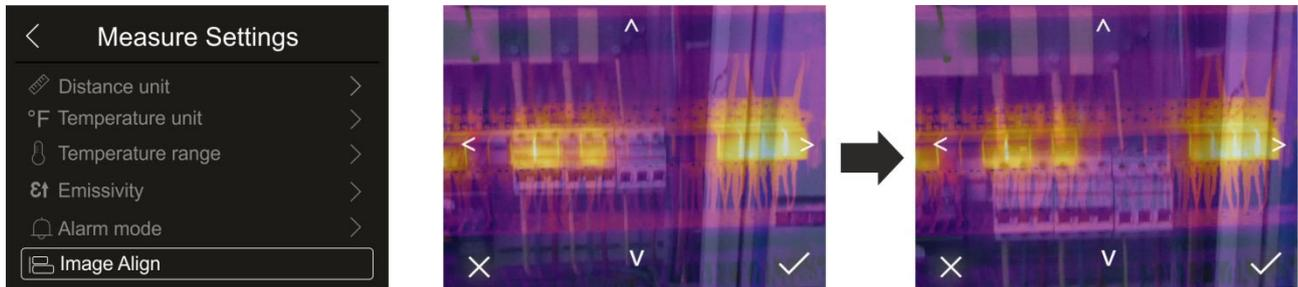

Abb. 30: Ausrichtung des Bildes im Display
1. Berühren Sie “ Image Align ”. Die Abb. 30 – Mitte erscheint im Display, wo es eine Überlagerung der zwei Bilder mit einem niedrigen Infrarotniveau gibt.
2. Berühren Sie die 4 Pfeile auf dem Display, um das IR-Bild zu verschieben, damit es dem visuellen Bild überlagert (siehe Abb. 30 – rechte Seite).